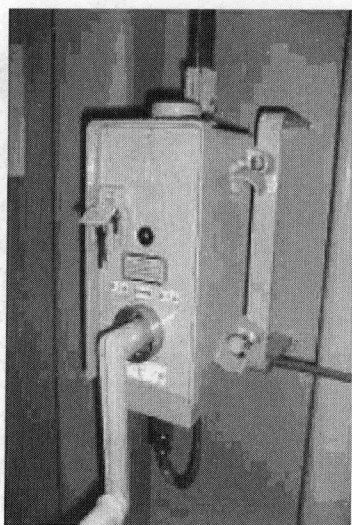

图 1-13 无载调压
(8)在调压装置上应进行至少 25 次的接合,以清洁调压触头,见图 1-13。
①温度监视器,报警 95°C ,跳闸 105°C , $\pm 5^{\circ}\text{C}$;
②绕组温度计,报警 120°C ,跳闸 130°C , $\pm 5^{\circ}\text{C}$;
③减压阀上的触头。